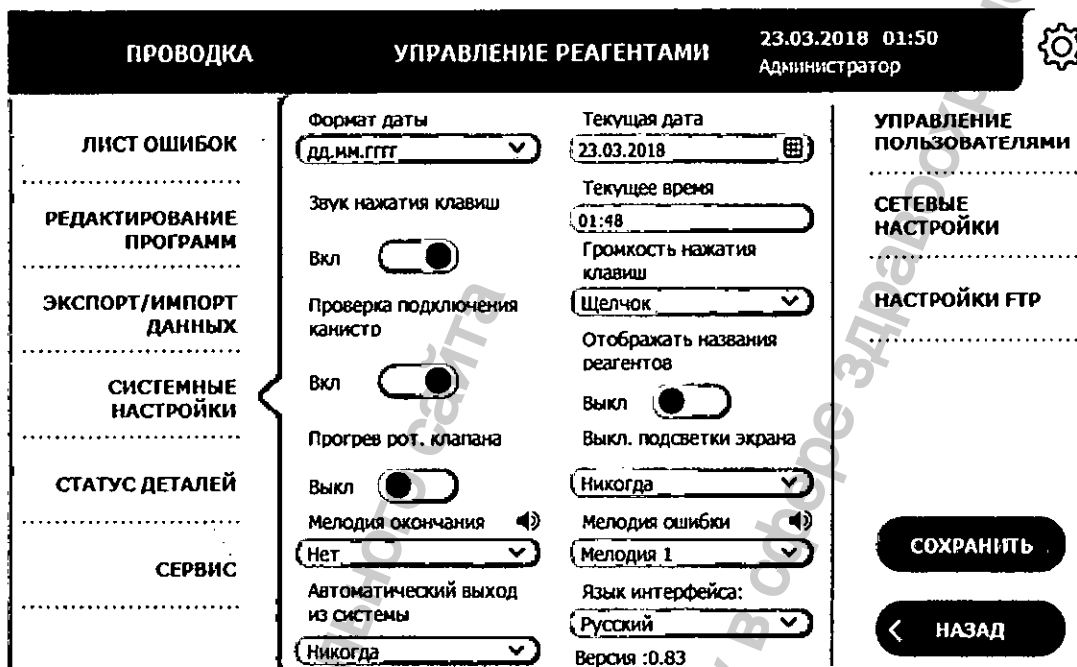
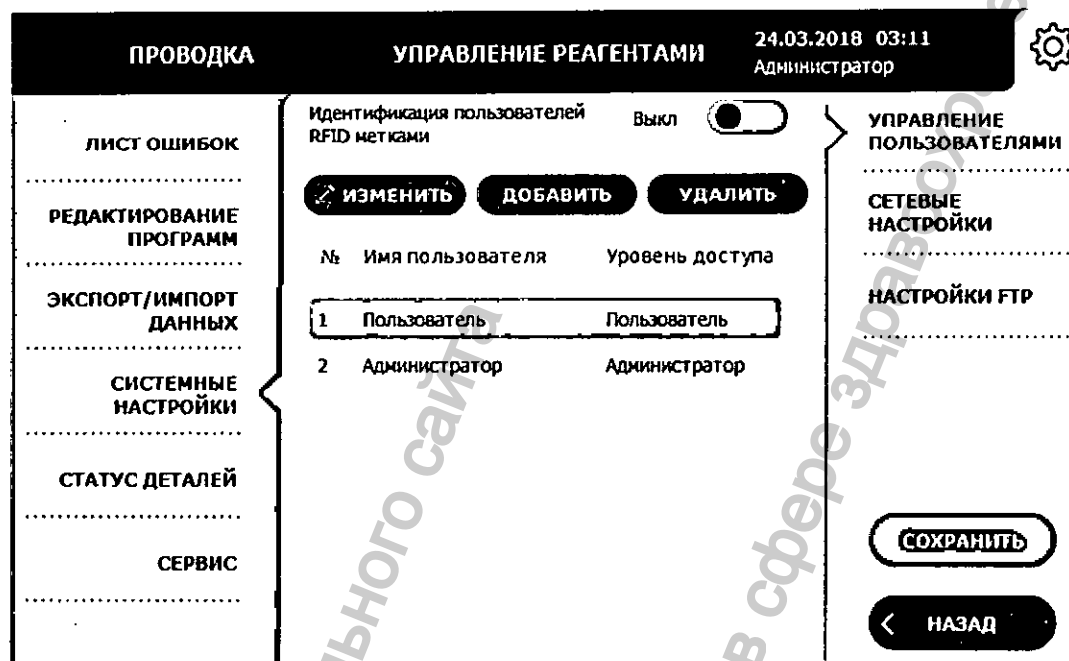
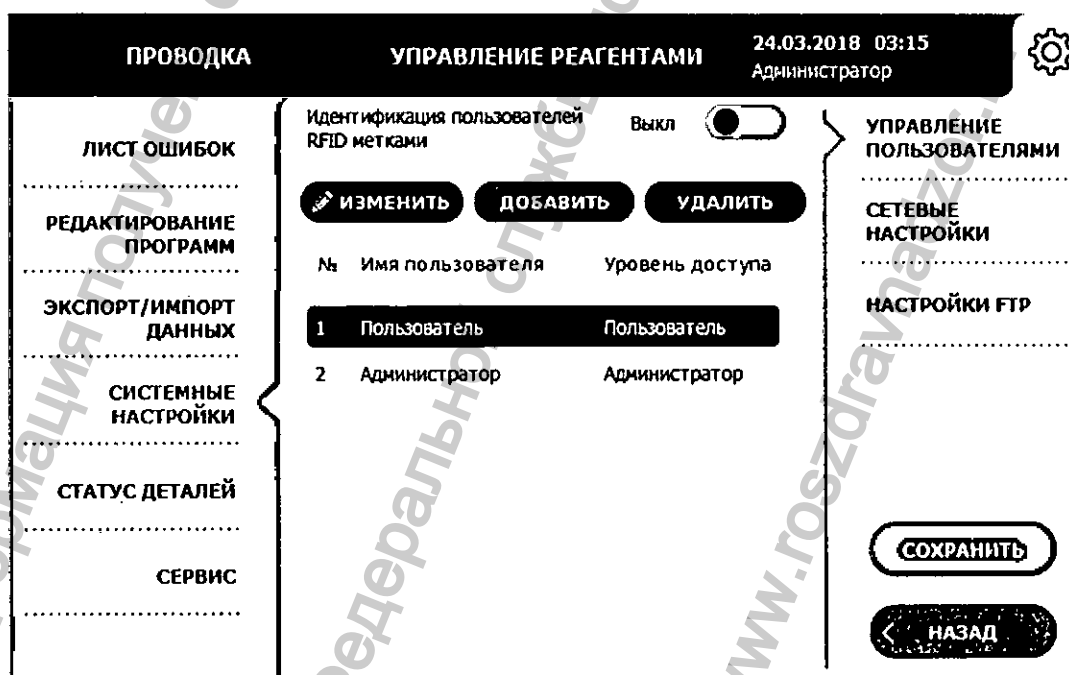
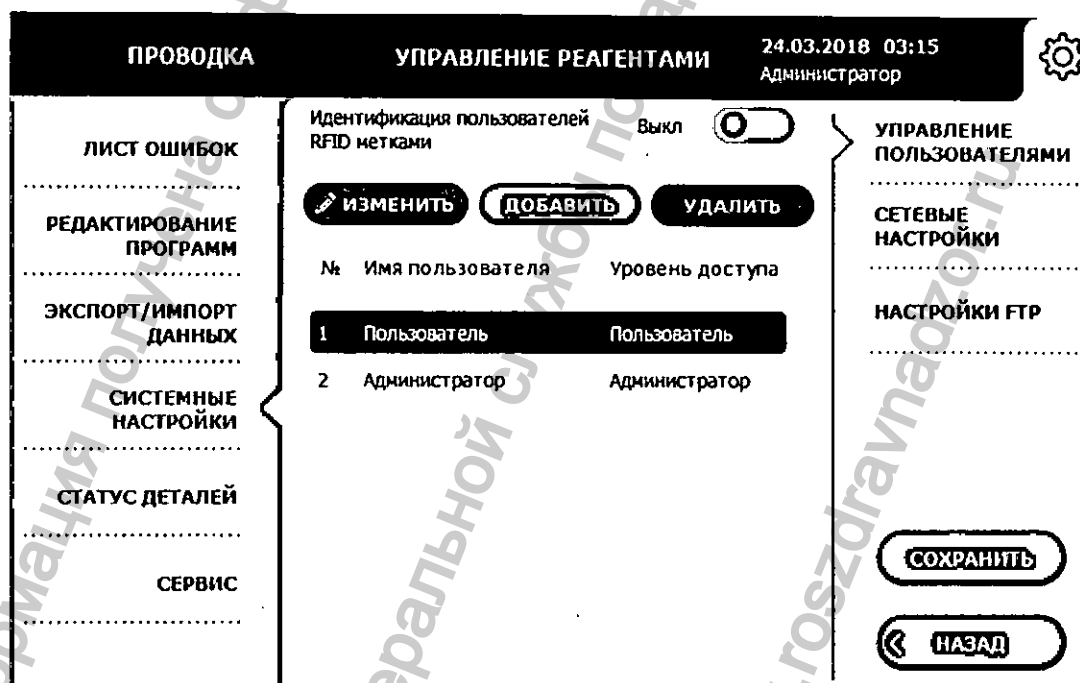

Рисунок 3.36. Системные настройки
Рисунок 3.44. Управление пользователями
Рисунок 3.45. Выбор учетной записи пользователя для изменения
Рисунок 3.47. Выбор учетной записи пользователя для удаления
Для настройки параметров системы выберите пункт меню **Системные настройки** на экране настройки (рисунок 3.36).
1. Для установки даты на вкладке системных настроек (см. рисунок 3.36) выберите поле **Текущая дата**. Введите требуемую дату, используя экранную клавиатуру (рисунок 3.38).
1. Для установки звукового сигнала, подаваемого изделием по завершении проводки, на вкладке системных настроек (см. рисунок 3.36) выберите тип сигнала в раскрывающемся списке **Мелодия окончания**.
1. На вкладке системных настроек (см. рисунок 3.36) выберите требуемую продолжительность периода неактивности в раскрывающемся списке **Автоматический выход из системы**.
1. На вкладке системных настроек (см. рисунок 3.36) выберите продолжительность периода неактивности в раскрывающемся списке **Выкл. подсветки экрана**.
Для включения этого режима установите переключатель **Отображать названия реагентов** на вкладке системных настроек (см. рисунок 3.36) в положение **Вкл.**
Для выбора языка пользовательского интерфейса изделия выберите язык в раскрывающемся списке **Язык интерфейса** на вкладке системных настроек (см. рисунок 3.36).
Для доступа к функциям управления пользователями в меню действий на вкладке системных настроек (см. рисунок 3.36) выберите команду **Управление пользователями** (рисунок 3.44).
1. На экране управления пользователями (см. рисунок 3.44) выберите в списке учетную запись пользователя, которую требуется изменить (рисунок 3.45).
1. Нажмите кнопку **Добавить** на экране управления пользователями (см. рисунок 3.44).
1. На экране управления пользователями (см. рисунок 3.44) выберите в списке учетную запись пользователя, которую требуется удалить (рисунок 3.47).
Для включения режима идентификации с помощью RFID-меток установите переключатель **Идентификация пользователей RFID-метками** на экране управления пользователями (см. рисунок 3.44) в положение **Вкл.** (рисунок 3.48).